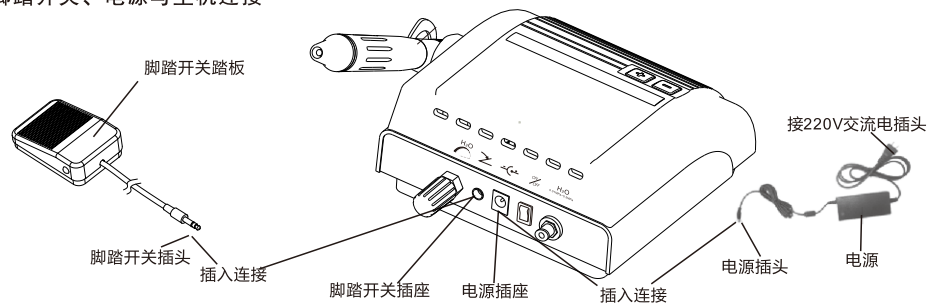
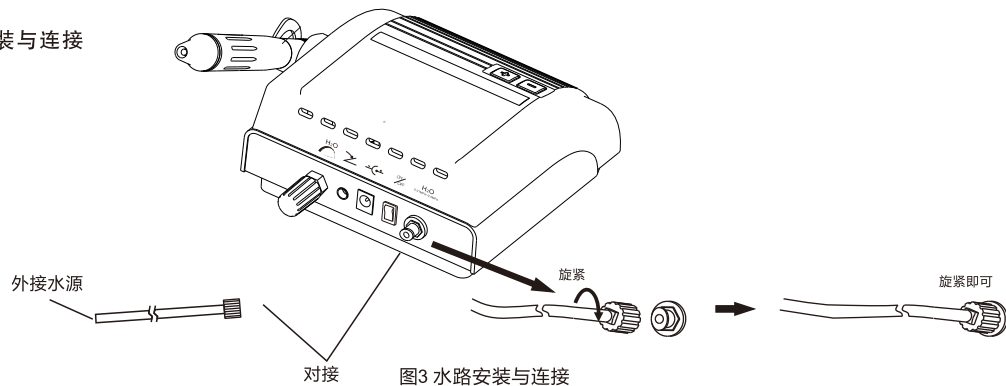

图2 脚踏开关、电源与主机连接
图3 水路安装与连接
- (1) 打开包装，根据装箱单检查本设备各物件是否齐全。
- (2) 从包装盒中取出主机，将主机正对操作者放在稳固的平面上。
- (3) 将水量调节旋钮按图标所示旋至较大（见3.5【注1】），切勿拧过头造成损坏，振动强度调节按钮按图标所示调至适当位置。
- (4) 将脚踏开关插头插入脚踏开关插座（如图2）。
- (5) 将水管的一端接进水口，另一端与纯净水源相接（如图3）。
- (6) 连接手柄：先用扳手将工作尖紧固在手柄上，然后正确套接手柄与尾插。
- (7) 将电源输出端与主机相连，再插电源输入端插头（如图2）。
- (8) 按下主机上的电源开关，此时电源指示灯发亮。